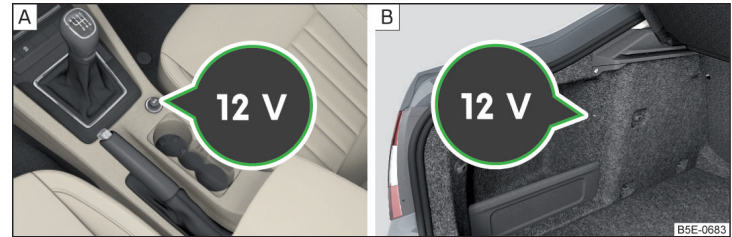

Abb. 114 Abdeckung der 12-Volt-Steckdose: in der Mittelkonsole vorn / im Gepäckraum
- Zum **Gebrauch** die Abdeckung der Steckdose abnehmen » Abb. 114 - [A] bzw. die Abdeckung der Steckdose öffnen » Abb. 114 - [B].